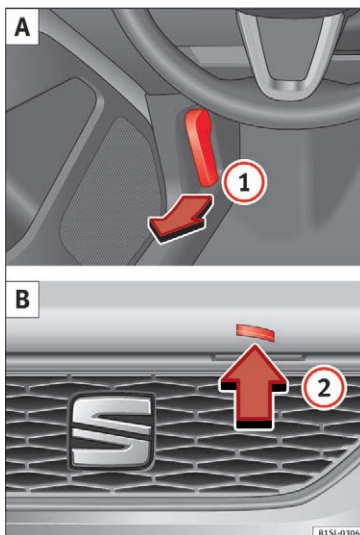

Fig. 8 A: Udløserarm i fodrummet i førersiden. B: Udløserarm på motorhjelm
• Træk udløserarmen ① i pilens retning » Fig. 8 A. Motorhjelman springer ud af låseholderens lås ved hjælp af fjederkraft » ⚠ i Forberedelser inden arbejde i motorrummet på side 186.
• For at åbne motorhjelman helt skal du løfte den en smule og samtidig trykke udløserarmen ② B i pilens retning.
• Tag holderen ud af fastgørelsen ③ C på motorhjelman i pilens retning, og sæt den ind i den åbning ④ D (pil), der er beregnet til det.